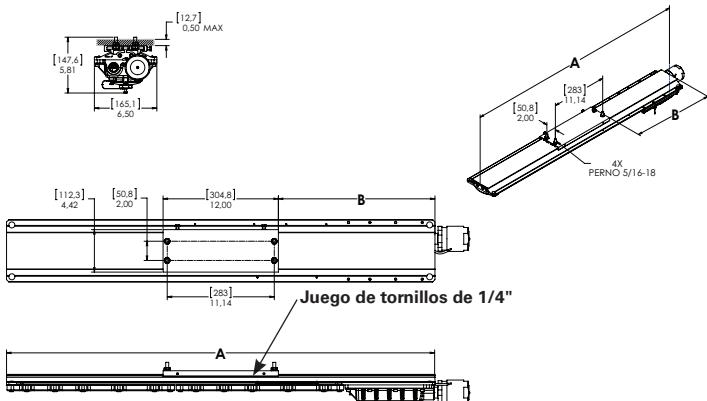

Figura 3. ZP1057MTK Instalación del montaje posterior
- Para el montaje posterior, utilice el soporte como una plantilla, marque y perfore los agujeros en la superficie de montaje y utilice los pernos provistos de 5/16" (ver la Figura 3).
- Coloque los cuatro (4) tornillos de 5/16" a través de la placa de montaje y apriete de manera uniforme a la estructura de soporte. Torsión mínima de 138 pulgadas-libras (15,6 N-m).
- Ajuste los cuatro (4) tornillos de 1/4" y fíjelos en el soporte deslizable hasta que lleguen al fondo. Torsión para 78 pulgadas-libras (8,8 N-m).